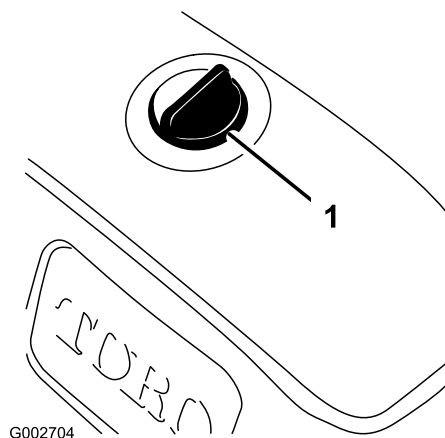

図 15
1. 異物をタンクに入れないよう、油圧オイルタンクのキャップ取り付け部周辺をウェスできれいに拭く (図 15)。